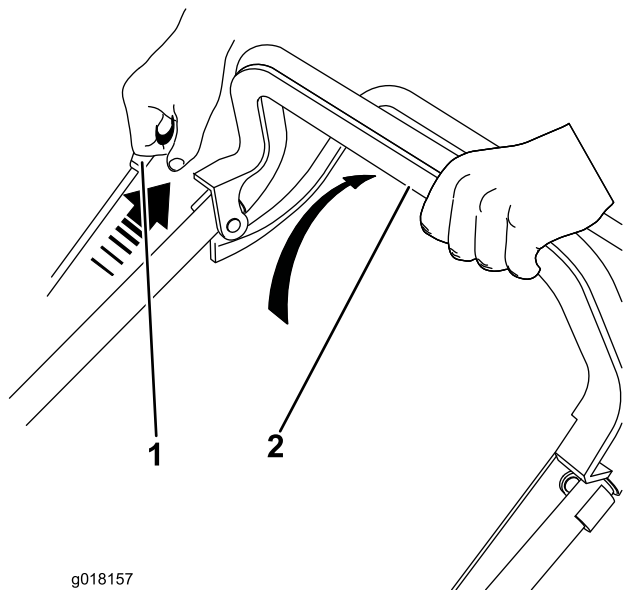

Figure 12
1. Maintenez la barre de commande de la lame contre le guidon (Figure 12).
2. Tirez la poignée du lanceur (Figure 12).